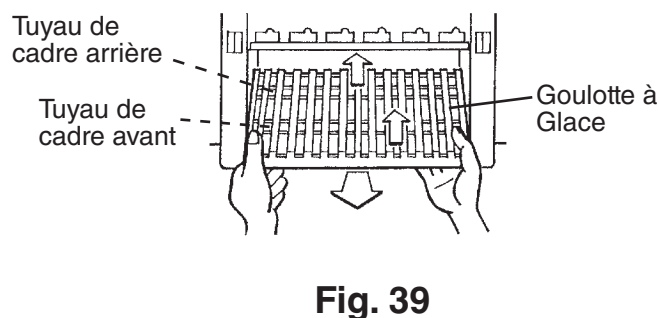

Fig. 39
6. Soulevez la goulotte à glace du tuyau du cadre avant, puis du tuyau du cadre arrière. Voir Fig. 39.